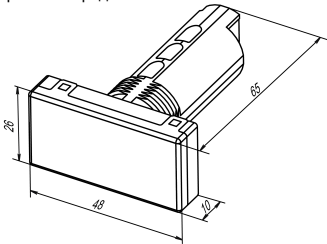

Рисунок 2 – Габаритные размеры корпуса Щ9
- Подготовить в щите круглое отверстие диаметром 22,5 мм (для предотвращения прокручивания прибора отверстие следует выполнить сложной формы, см. рисунок 2).